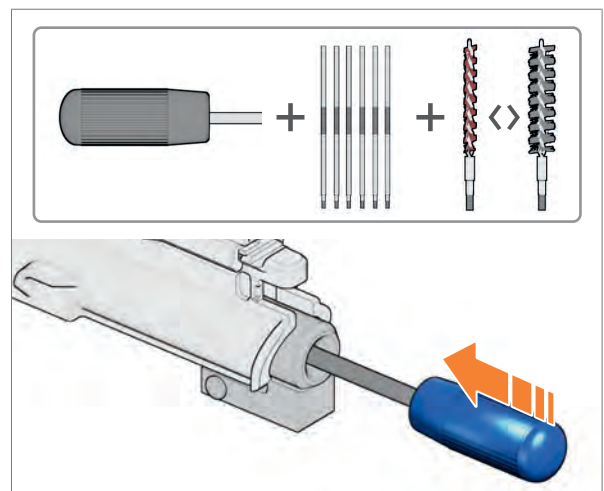

Abb. 105: Griffstange einführen
4. Griffstange, Verlängerungsstangen und Ölbürste / Rohr-Reinigungsbürste zusammenschrauben (Abb. 105).
5. Griffstange von hinten in die Putzstockführung einführen (Abb. 105).